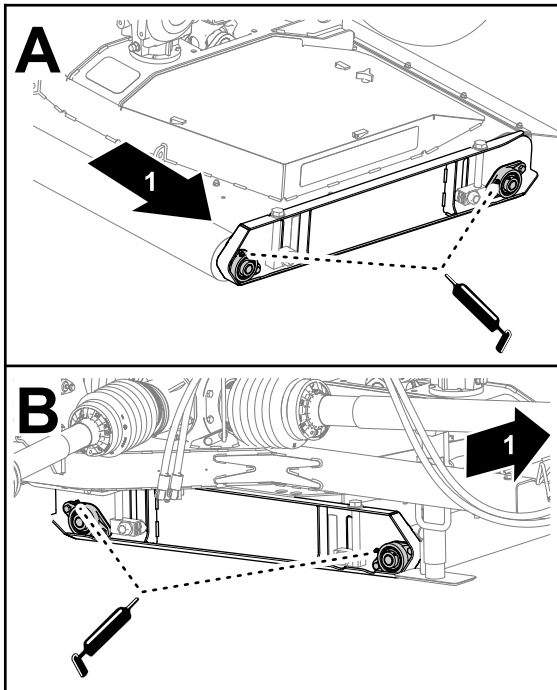

Bild 50
1. Tragen Sie das vorgegebene Fett auf die Lager der Mähwerkrollen auf der linken Seite des Mähwerks auf (Bild 50).
2. Schmieren Sie die Lager der Mähwerkrollen auf der rechten Seite des Mähwerks (Bild 50).